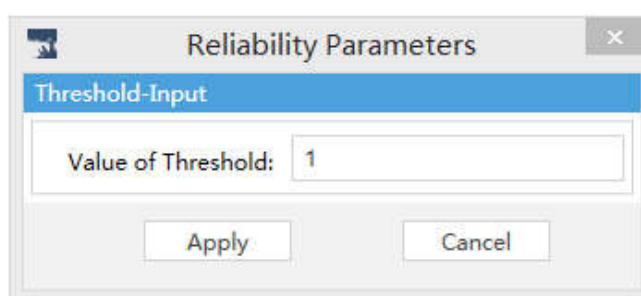

图 2.8 可靠度阈值输入对话框
- 此外, 对于首次超越破坏动力可靠度计算, 点击 Absorbing B.C 按钮, 弹出对话框(图 2.8 所示), 用户可根据实际情况输入相应阈值后, 点击 Apply 按钮提交可靠度阈值数据。(关于采用 PDEM 进行基于吸收边界条件的首次超越破坏动力可靠度分析的理论基础, 请参考: “Li J, Chen JB. Stochastic Dynamics of Structures. John Wiley & Sons, 2009, Chapter 8.” 及 “Chen JB, Li J. Dynamic response and reliability analysis of nonlinear stochastic structures. Probabilistic Engineering Mechanics, 2005, 20(1): 33-44”。) 结构首次超越破坏动力可靠度也可以采用极值分布与等价极值事件原理进行, 目前尚未包括在该软件中, 将在今后更新版本中发布。关于极值分布与等价极值事件原理的理论基础, 可以参考: “Li J, Chen JB. Stochastic Dynamics of Structures. John Wiley & Sons,